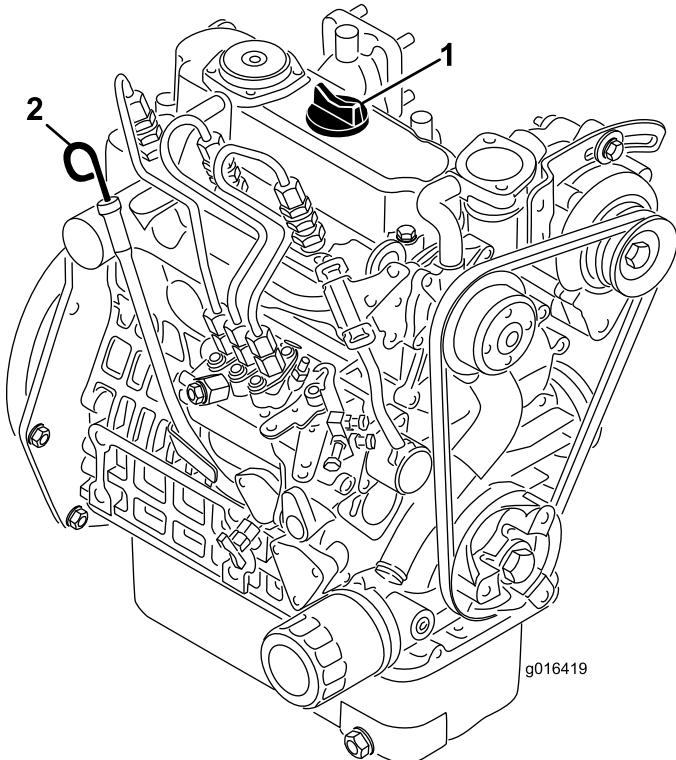

Рисунок 22
2. Выньте щуп и протрите его чистой ветошью (Рисунок 22). Вставьте щуп в трубку и убедитесь в том, что он посажен до упора. Выньте щуп из трубы и проверьте уровень масла. Если уровень масла низкий, снимите крышки заливной горловины и **медленно** долейте столько масла, чтобы поднять его уровень до метки Full ("Полный") на масляном щупе. Медленно заливайте масло и во время этого процесса часто проверяйте уровень. **Не допускайте переполнения.**